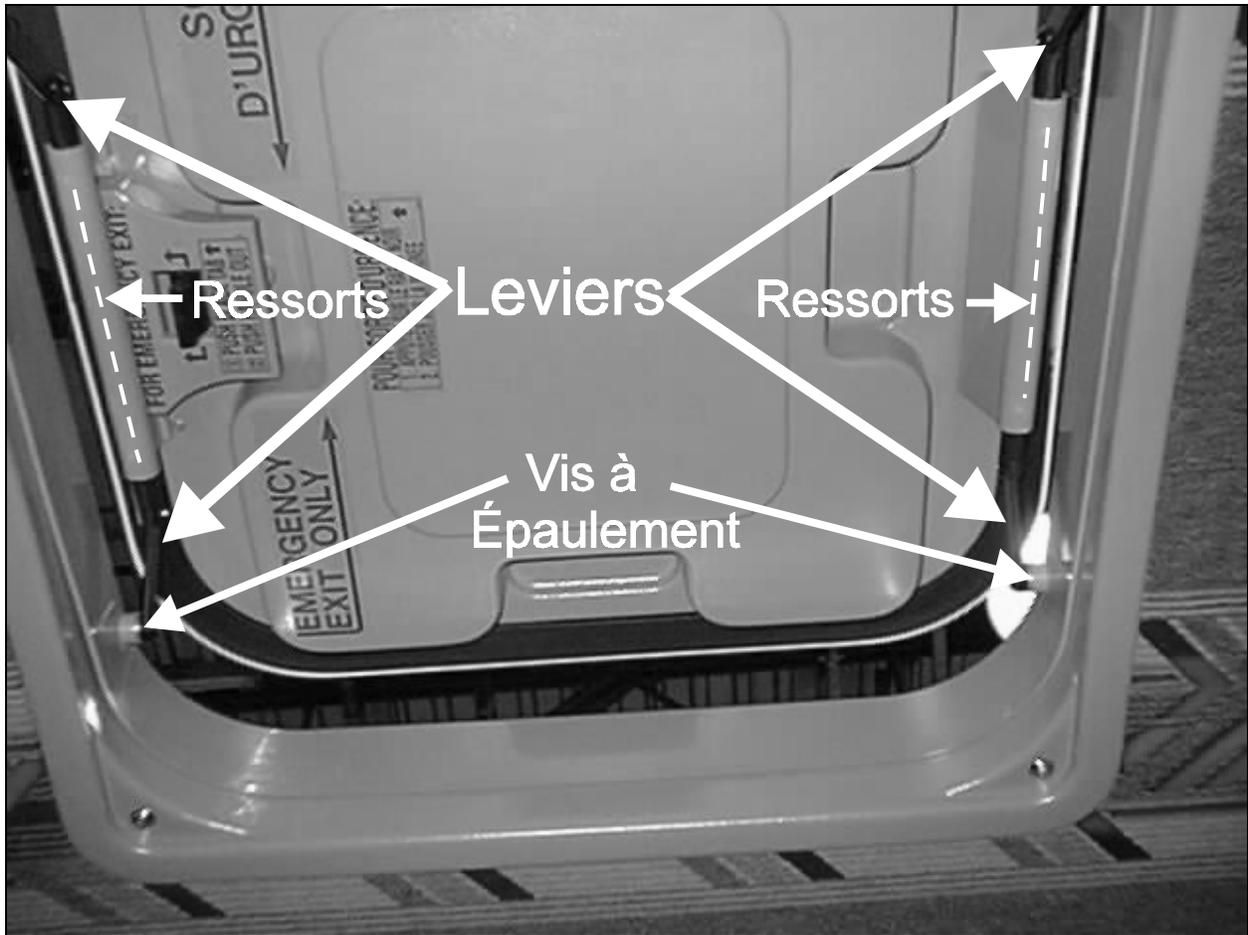

FIGURE 1: TRAPPE DE VENTILATION SUR LE TOIT D'UN H3-45
1. Dévisser les vis à épaulement de la trappe de ventilation (Fig. 1).